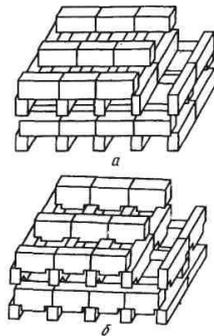

Рис. 107. Насадка регенераторов:
*Регенераторы.* Из шлаковиков отходящие газы с температурой 1500-1600 °С попадают в насадки регенераторов (рис. 107). Объем насадки регенераторов и площадь поверхности ее нагрева, т.е. поверхности кирпича насадки, омываемой движущимися газами, взаимосвязаны. Эти величины определяют специальным теплотехническим расчетом, от них зависят основные показатели работы печи — производительность и расход топлива. Регенераторы должны обеспечивать постоянную высокую температуру подогрева газа и воздуха. В более тяжелых условиях работают верхние ряды насадок, поскольку в этой части регенератора температура и осаждение пыли наиболее высокие, поэтому верхние ряды насадок выкладывают из термостойкого магнезитохромитового или форстеритового кирпича. Нижние ряды насадок работают при температурах 1000—1200 °С (и менее), их выкладывают из более дешевого и прочного шамотного кирпича.